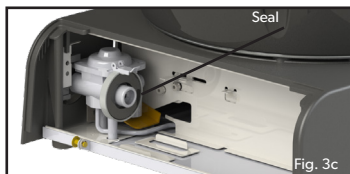

Fig. 3c
- Przed podłączeniem wkładu sprawdź, czy uszczelka (rys. 3c) jest na swoim miejscu i jest w dobrym stanie.